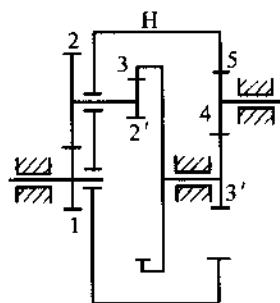

图 12
21. 如图 12 所示为电动卷扬机减速器。已知各轮齿数为: $z_1 = 24$, $z_2 = 52$, $z_{2'} = 21$, $z_3 = 78$, $z_{3'} = 18$, $z_4 = 30$, $z_5 = 78$, 求 i_{15} 。